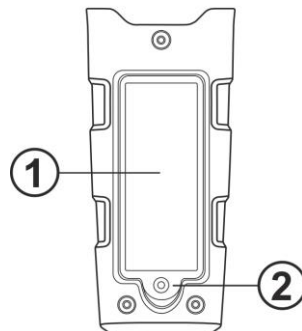

Abb. 4: Batteriewechsel
2. Schrauben Sie die Befestigungsschraube (siehe Abb. 4 – Teil 2) des Batteriefachdeckels auf (siehe Abb. 4 – Teil 1), entfernen Sie den Deckel und entfernen Sie die Batterien.